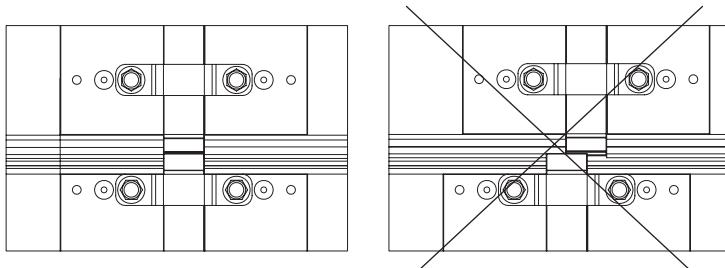

Рис. 30.2
- при установке калиточных секций должны быть совмещены плоскости проема секций (рис.30.2). Фиксация секций в вертикальном положении осуществляется путем установки боковых петель;